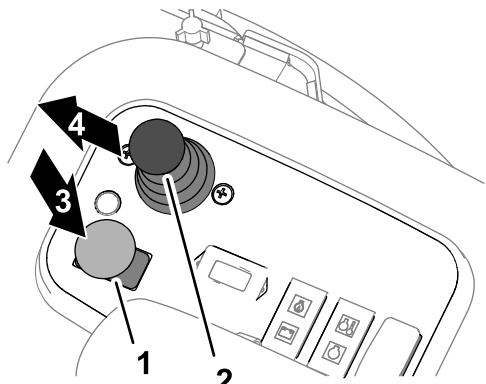

Рисунок 49
- Нажмите на переключатель привода режущего блока, чтобы установить его в положение Выключить (Рисунок 49).
- Переведите рычаг управления опусканием для скашивания / подъемом вперед (Рисунок 49).